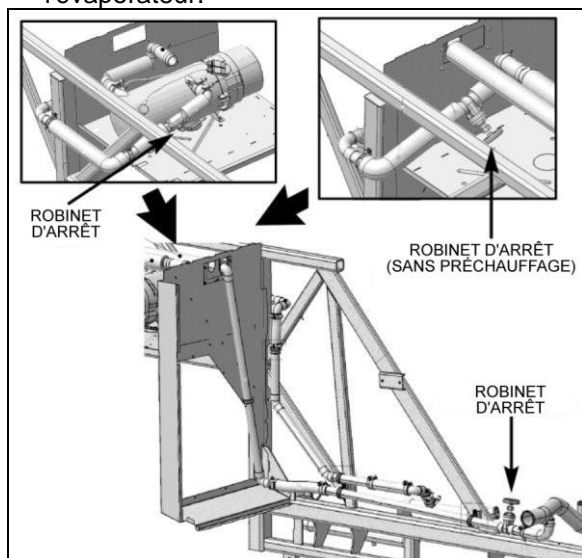
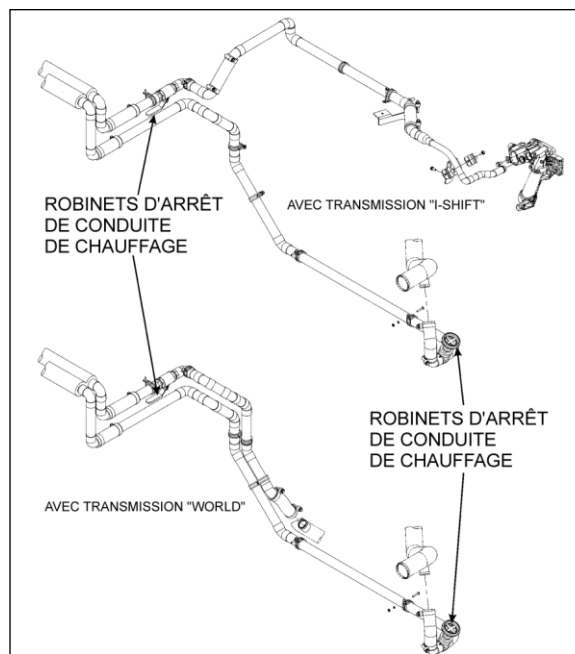

FIGURE 77 : SOUPAPES D'ARRÊT DU TUYAU DE CHAUFFAGE DES SÉRIES H3
FIGURE 78 : SOUPAPES D'ARRÊT DU TUYAU DE CHAUFFAGE SÉRIES X3
3. Fermer les soupapes d'arrêt des conduits d'eau chaude situées près du moteur du côté rue (voir la Figure 77).
2. Fermer les deux soupapes d'arrêt du tuyau de chauffage (Figure 77 ou Figure 78). L'une se trouve dans le compartiment moteur, derrière la boîte à engrenages du ventilateur radiateur, tandis que l'autre se trouve derrière l'aile articulée arrière gauche, près du préchauffeur.